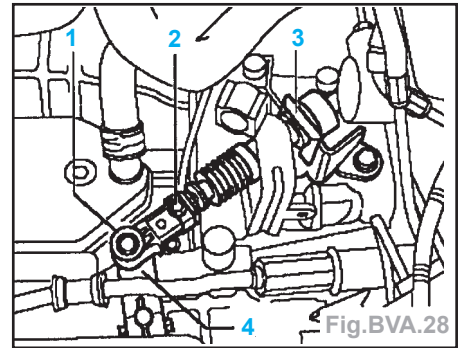

Fig.BVA.28
- Dégager le câble du levier sélecteur (1) du levier de l'arbre de commande (4) en faisant levier et le mettre de côté de manière à ce que l'extrémité puisse se mouvoir librement (Fig.BVA.28).